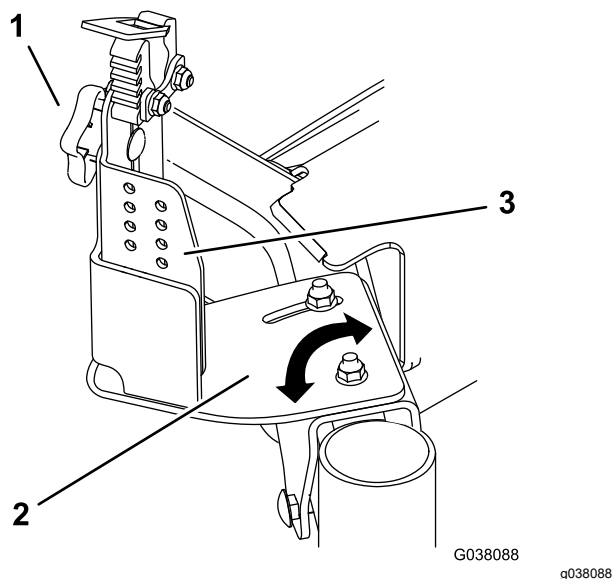

Рисунок 9
2. Ослабьте болты, которые крепят монтажную пластину к швеллерному кронштейну в переднем монтажном узле (Рисунок 9).
4. При необходимости ослабьте ручку и поднимите или опустите пластину триммера (Рисунок 9). Затяните ручку.